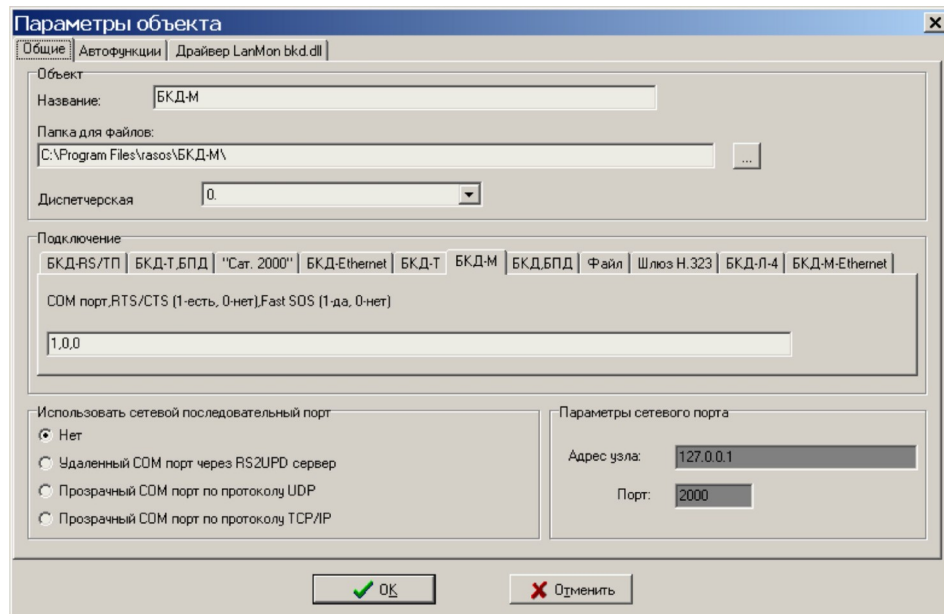

Рисунок 10
- 2) Подготовить ПЭВМ к работе, загрузить ПО RASOS, создать новый объект БКД-М, установить параметры подсоединения (рисунок 10).